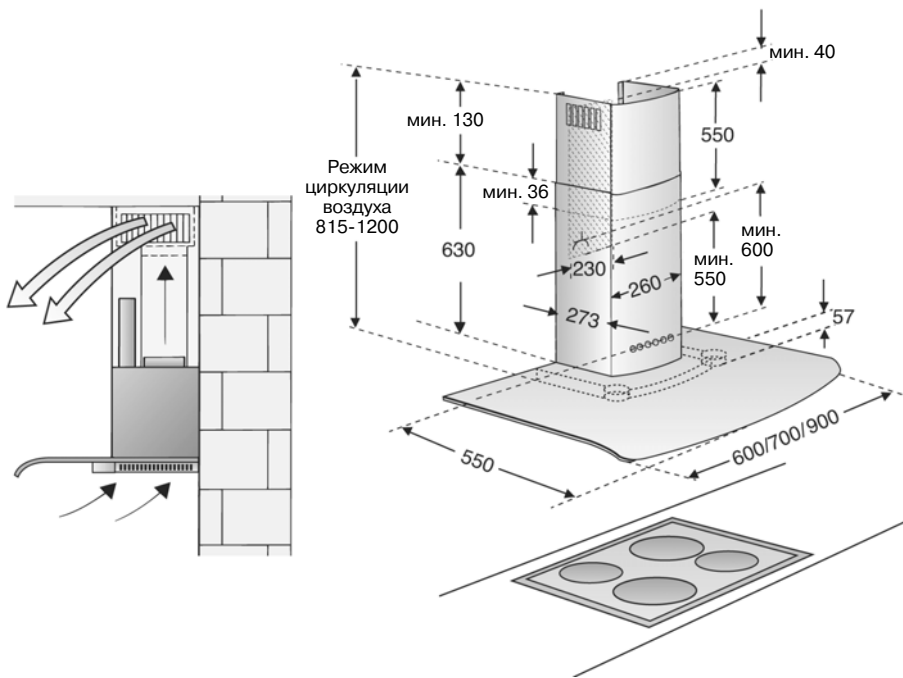

Рис. 6
1. Начертите линию на стене от потолка до нижнего края вытяжки в центре того места, в котором предполагается установить вытяжку (рис. 6).
2. Используйте шаблон для маркировки точек на стене, в которых будут установлены винты. Чтобы облегчить подвешивание вытяжки на винты, начертите контур той зоны, где будет крепиться вытяжка (рис. 6).
3. Просверлите отверстия 5 x Ø 8 мм для вытяжки и 2 x Ø 8 мм для обшивки. Вставьте дюбели в отверстия таким образом, чтобы они были заподлицо со стеной (рис. 6).